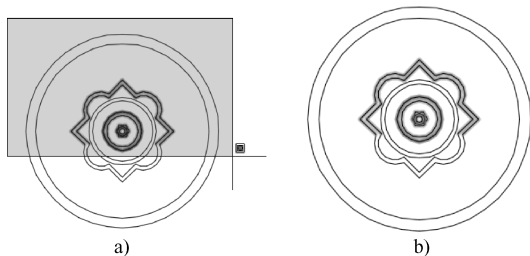
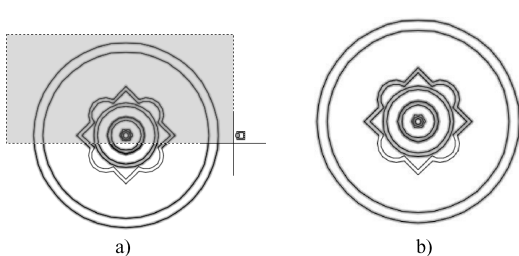

图 5-1 “窗口”对象选择方式
图 5-2 “窗交”对象选择方式
(1) 点：表示直接通过单击选取的方式选择对象。利用鼠标或键盘移动拾取框，使其框住要选择的对象，然后单击，被选中的对象就会高亮显示。
(2) 窗口(W)：用由两个对角顶点确定的矩形窗口选择位于其范围内部的所有图形，与边界相交的对象不会被选中。指定对角顶点时应该按照从左向右的顺序，执行结果如图 5-1 所示。
(3) 上一个(L)：在“选择对象”提示下输入“L”，按〈Enter〉键，系统自动选择最后绘制的对象。
(4) 窗交(C)：该方式与“窗口”方式类似，其区别在于它不但选中矩形窗口内部的对象，而且选中与矩形窗口边界相交的对象，执行结果如图 5-2 所示。